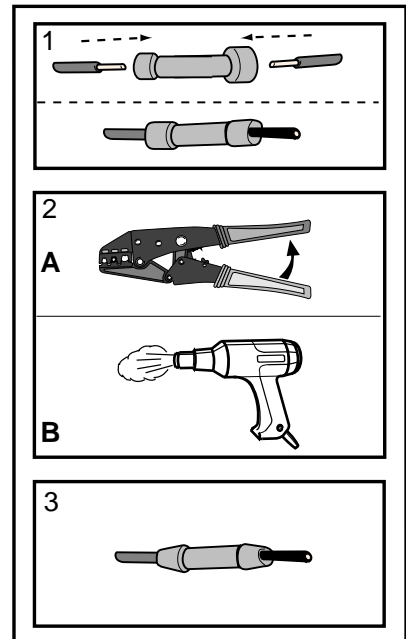

fig. 1
- Faites passer les autres fils entre le pare-chocs et le coffre dans les feux arrière. Les autres fils sont connectés à l'aide de connecteurs au câble d'origine (voir figure 1).
Connectez le dernier fil rouge du harnais à ce fil du véhicule (voir figure 1).